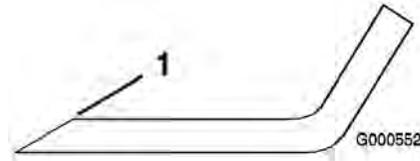
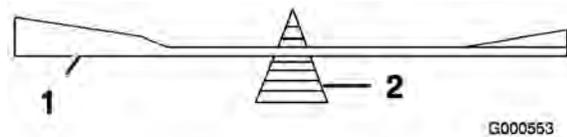

Figure 39
Figure 40
1. Au moyen d'une lime, aiguissez les tranchants aux deux extrémités de la lame (Figure 39) en veillant à conserver l'angle de coupe d'origine. Limez la même quantité de métal sur chacun
2. Vérifiez l'équilibre de la lame en la plaçant sur un équilibreur (Figure 40). Si la lame reste horizontale, elle est équilibrée et peut être utilisée. Si la lame est déséquilibrée, limez un peu l'extrémité de la partie incurvée seulement (Figure 39). Répétez la procédure jusqu'à ce que la lame soit équilibrée.